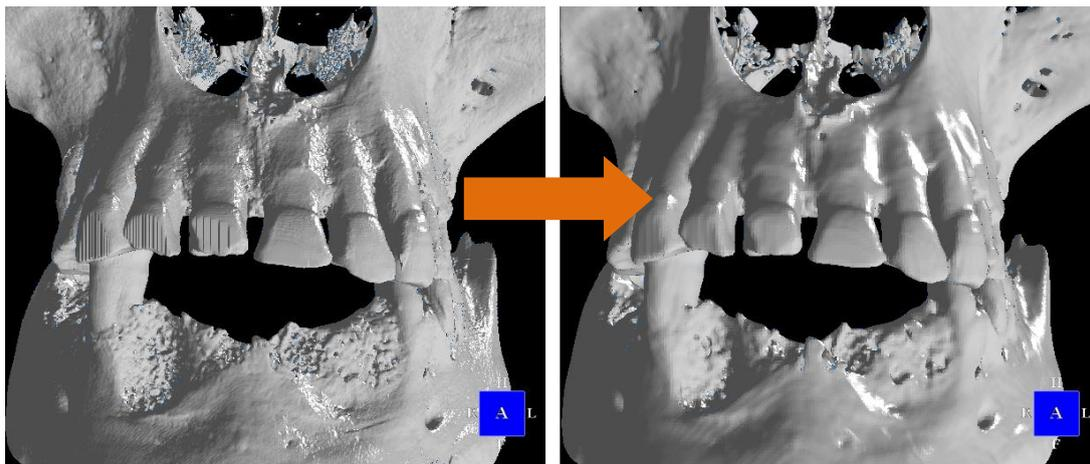

図 4-4 ポリゴン再構成の実行結果（左：実行前、右：実行後）
| ⑤ Execute | 再構成を実行します(図 4-4) |